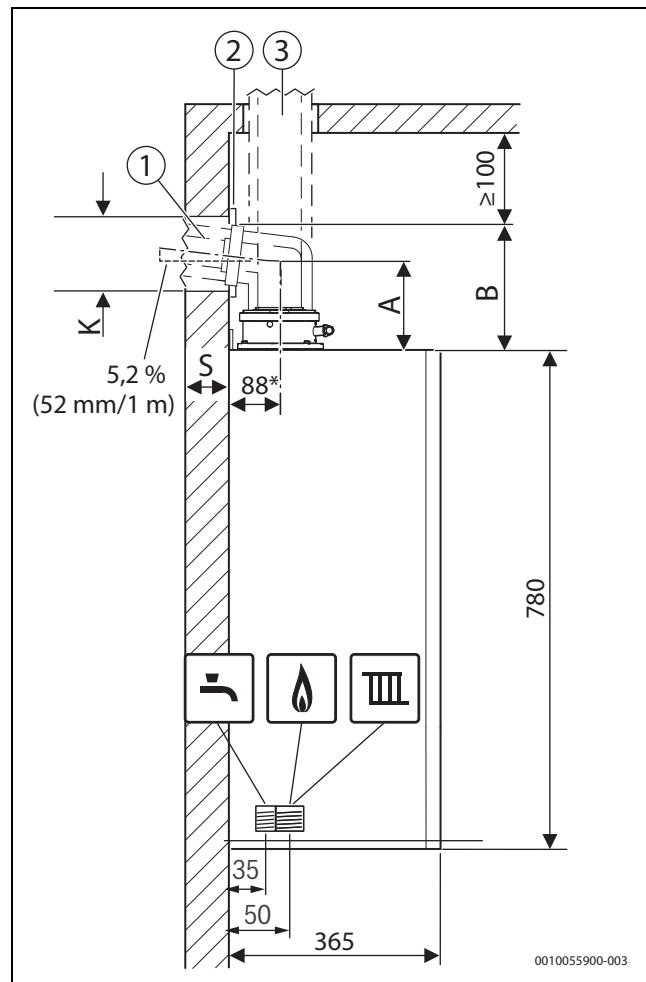

Рис. 2 Вид сбоку (мм)
- Добавить размер защитной планки ([2] на рис. 2).